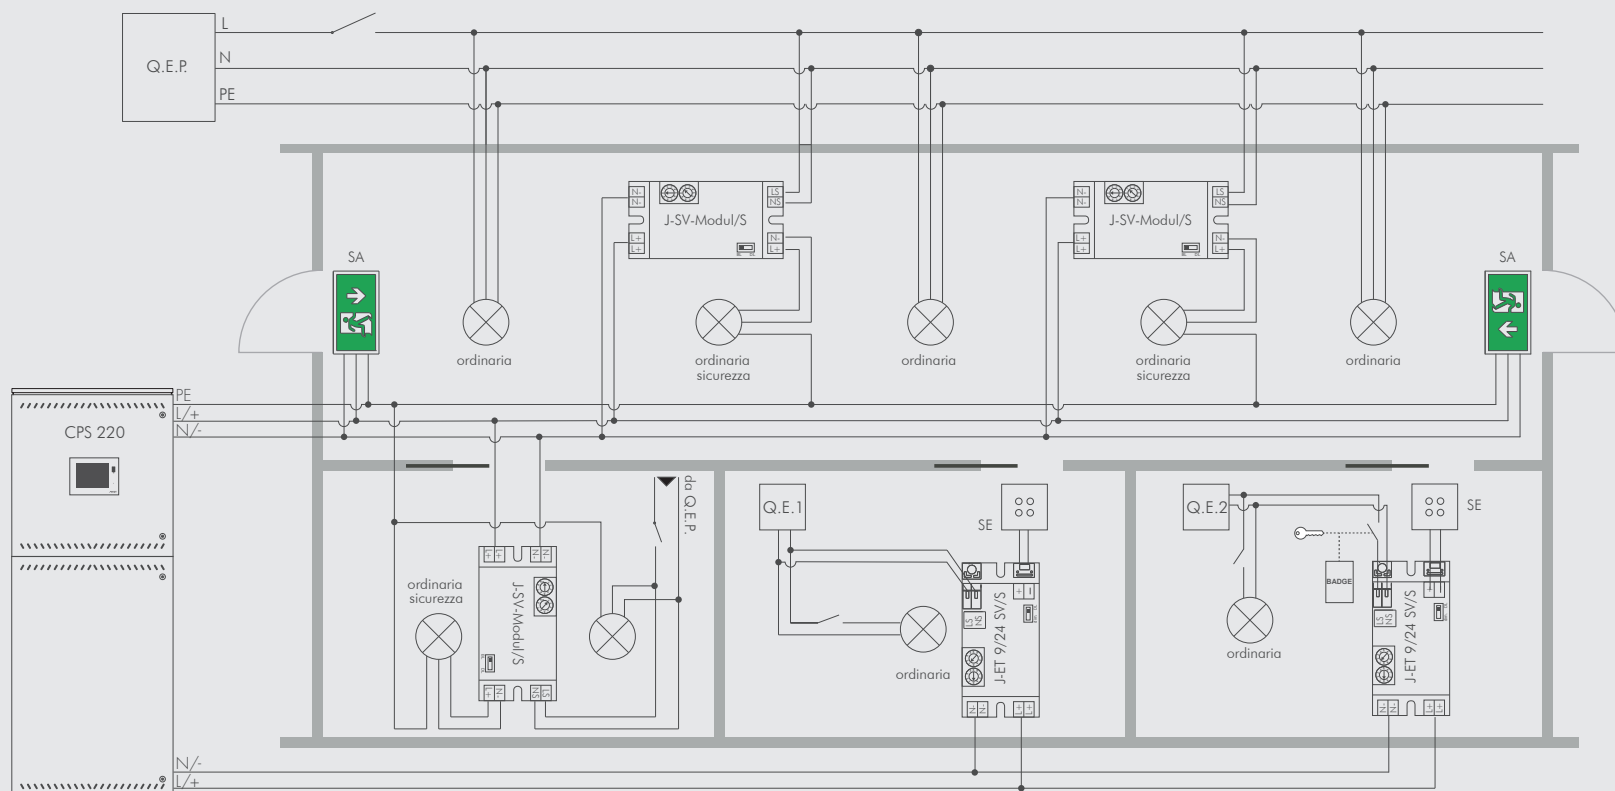

fig.1
- lampade di terzi, con modulo J-SV-MODUL/S e microinterruttore rosso impostato su BL (fig.1), per illuminazione ordinaria/emergenza.